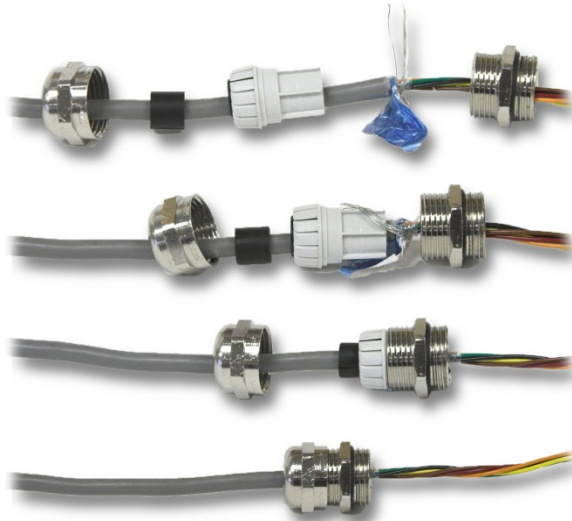
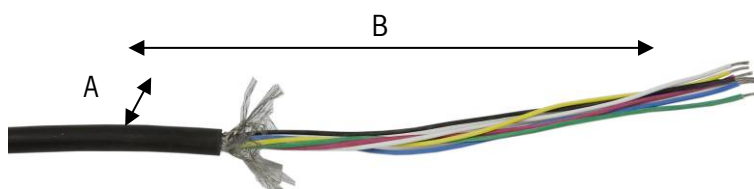
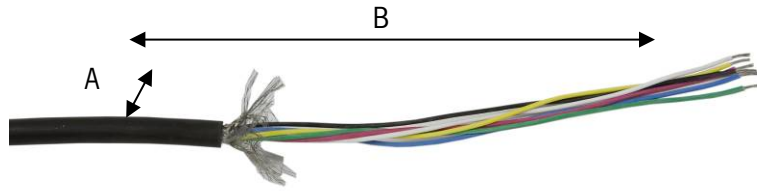

Figura 3-28: Aterrissage del blindaje del cable
Figura 3-35: Preparación del cable de las celdas de carga
Figura 3-38: Preparación del cable de las celdas de carga
- El blindaje del cable debe aterrizzarse en el gabinete al separar los alambres del cable como se muestra en la parte superior de la Figura 3-28 y luego doblándolos hacia atrás sobre el componente de plástico del casquillo del cable antes de presionarlo dentro del cuerpo roscado.
Prepare los extremos de cada uno de los cables de las celdas de carga como se muestra en la Figura 3-35 y en la Tabla 3-4. Asegúrese de que el blindaje esté conectado en el casquillo como se muestra en la Figura 3-28.
Prepare los extremos de cada uno de los cables de las celdas de carga como se muestra en la Figura 3-38 y en la Tabla 3-4. Asegúrese de que el blindaje esté conectado en el casquillo como se muestra en la Figura 3-28.